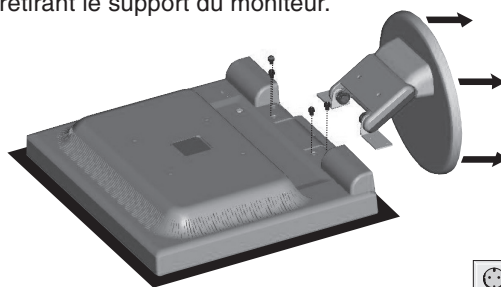

Figure R.2
3. Retirez les quatre vis fixant le moniteur à son support et enlevez l'ensemble support comme indiqué (**Figure R.2**).